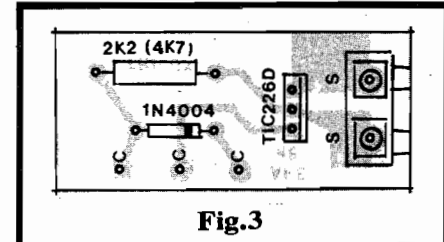

Fig.3
- FIG. 3 - "CHAPEADO" DA MONTAGEM - Agora a plaquinha é vista pelo seu lado não cobreado, peças já posicionadas. Dois pontos que merecem a atenção do montador: a posição do TRIAC, com sua lapela metálica voltada para os pontos de Saída (S-S) e o diodo 1N4004 com sua extremidade de catodo (marcada pelo anel ou faixa em cor contrastante) "apontando" para o TRIAC... Quanto ao resistor, não esquecer de dimensionar o valor em função da Tensão da rede local (2K2 para 110V ou 4K7 para 220V) e também lembrar que sua dissipação deve ser de - no mínimo - 1/2W (não servem resistores de 1/4 de watt, convencionais...). Observar a projeção do par de conectores tipo "Sindal" nos pontos S-S (detalhes mais adiante), bem como os pontos periféricos C-C-C destinados à ligação à chave "Mar-Girius" (também com detalhes mais à frente...).
- FIG. 4 - CONEXÕES EXTERNAS À PLACA - No pequenino conjunto que finaliza o TRILUX, fora da própria placa apenas projetam-se o par de conectores de Saída e a chave 15103, conforme ilustra o diagrama, que representa a plaquinha ainda vista pelo seu lado não cobreado (o mesmo visto na fig. 3, porém agora sem os componentes, para não complicar a interpretação...).